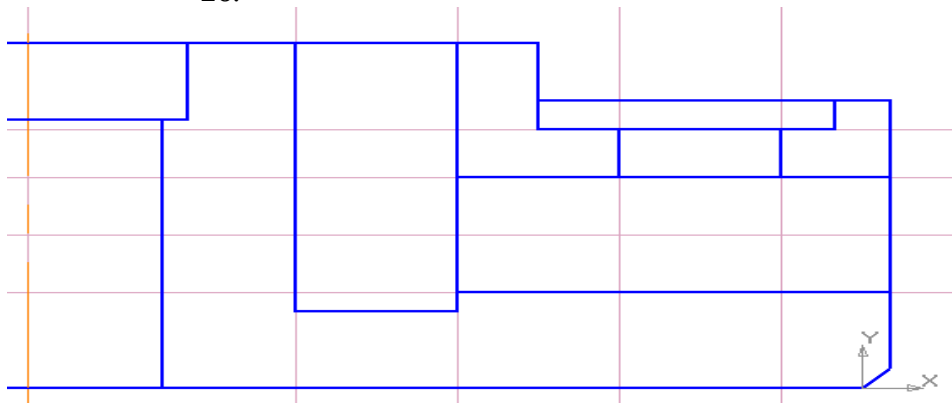

Рис. 26
- i. Проведите **отрезки** по вспомогательным прямым, так как показано на рис. 26.